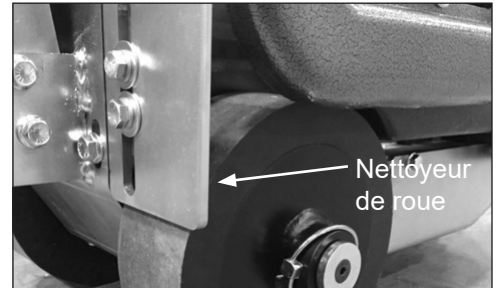

FIG. 12
1. Desserrer le nettoyeur de roue au moyen d'une clé 14,3 mm (9/16 po) (Figure 12).
1. Vidanger le réservoir en enlevant le bouchon d'orifice de remplissage supérieur et le bouchon de vidange situé sur le côté de la machine (Figure 12). Un conteneur d'environ 7,5 litres sera nécessaire pour recueillir le liquide drainé.